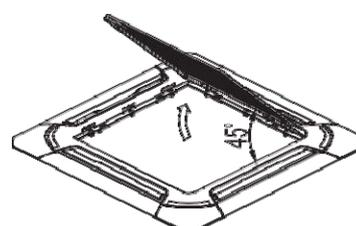

Abb.5-8
- Heben Sie das Gitter bis zu einem 45° Winkel an und entfernen Sie es (Siehe Abb.5-8).